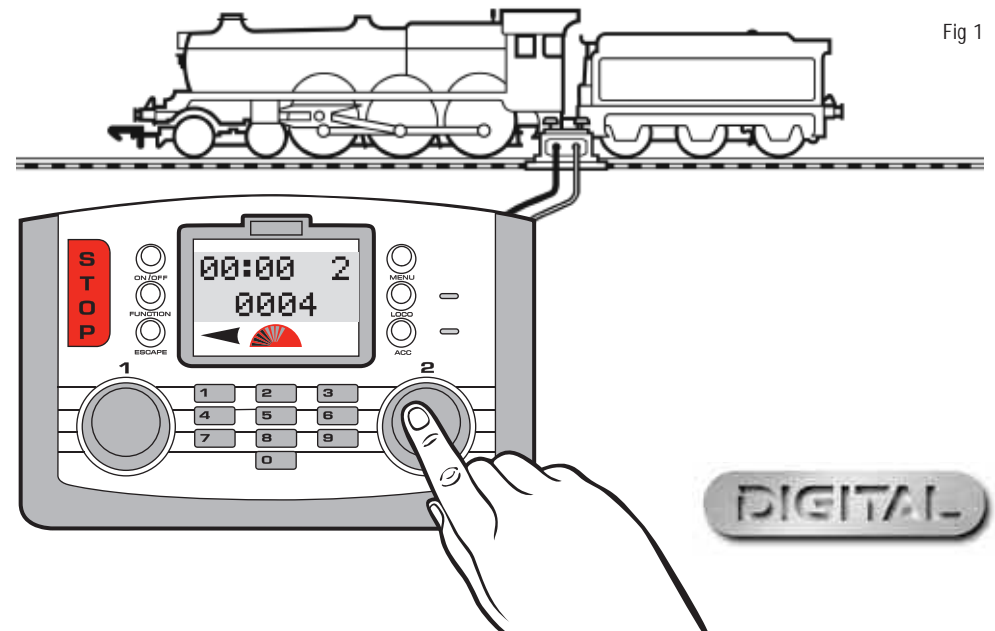

Fig 1
4. Pulse el **mando 2**. En la pantalla aparece "**00:00 2 0004**". Gire el **mando 2** y la locomotora comenzará a desplazarse. Si desea que la locomotora se desplace en el sentido contrario, pulse el **mando 2**. La pantalla indicará con una flecha el cambio del sentido de la marcha. Véase la Fig. 1.